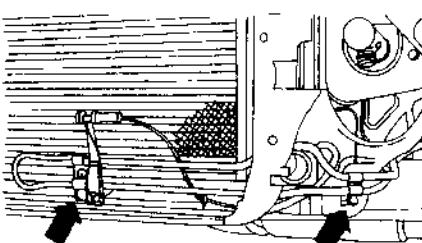

图 2-6 拧松蛇形管
(8) 如图 2-6 所示，拧松动力转向液压油冷却蛇形管，使其自由活动，注意不要打开液压油的回路。